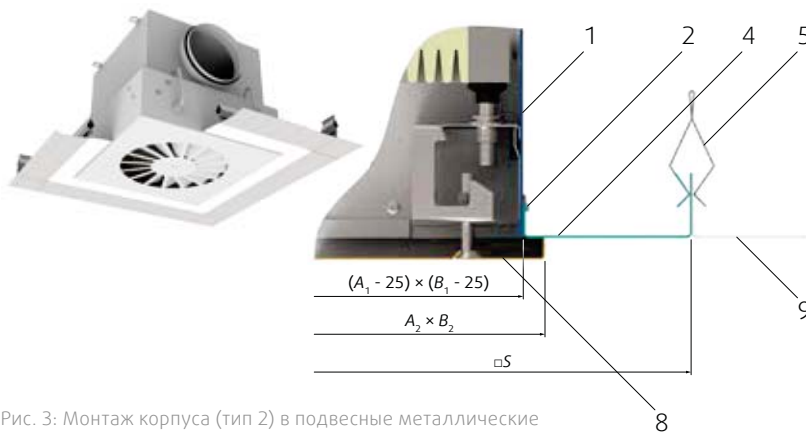
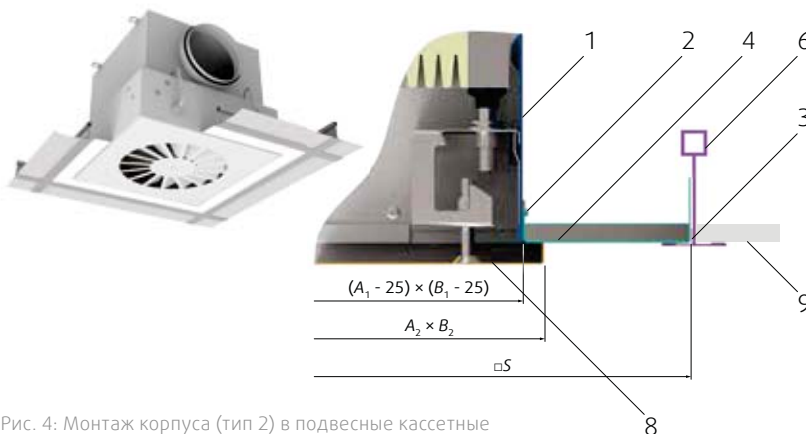

Рис. 3: Монтаж корпуса (тип 2) в подвесные металлические потолочные панели
Рис. 4: Монтаж корпуса (тип 2) в подвесные кассетные потолки
- Поверхность корпуса (тип 2) предназначена для монтажа в подвесные металлические потолочные панели (рис. 3) и подвесные кассетные потолки (рис. 4).